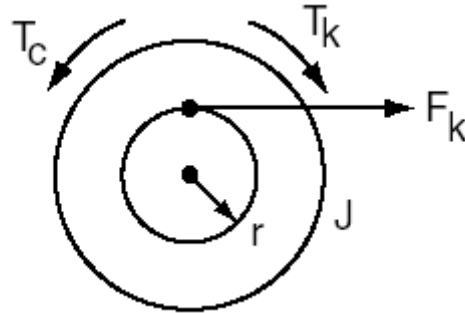

Figura 4.
- 1.) En la Figura 4 se muestra el diagrama de cuerpo libre para este sistema. Si se suman las torsiones, se obtiene: